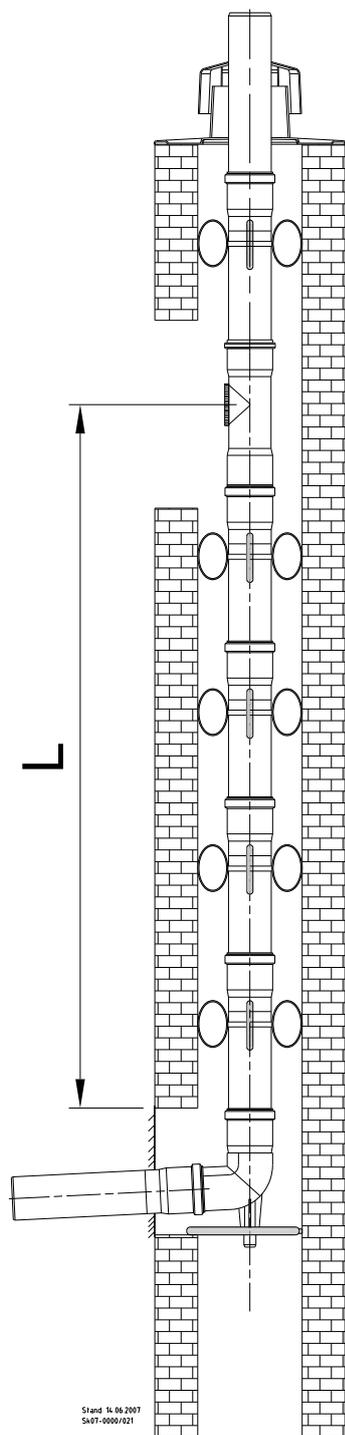

Fig. 40: Système de cheminée, rigide, pour déterminer la valeur d'écartement L
- ➔ Déterminez la mesure L (v. Fig. 40) entre le coude de support et la trappe de révision.